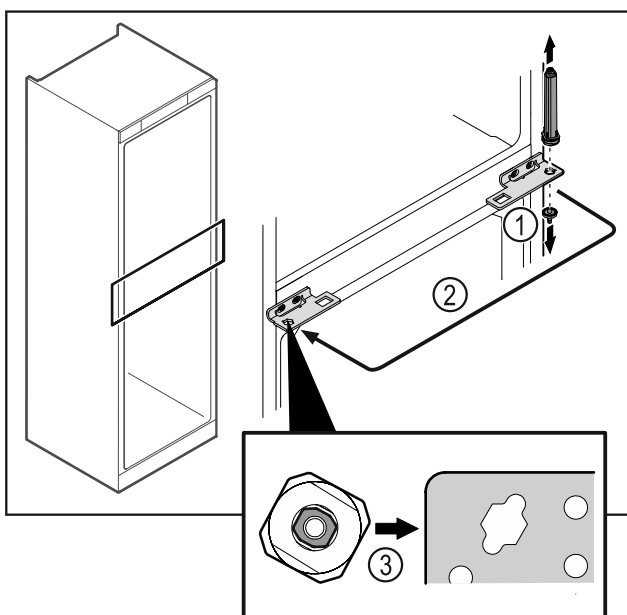

Fig. 49
- ▶ Deșurubați bolțul balamalei Fig. 49 (1).
- ▶ Mutați sistemul de închidere al ușii Fig. 49 (2).
- ▶ La utilizare aveți în vedere alinierea corectă a sistemului de închidere a ușii Fig. 49 (3).